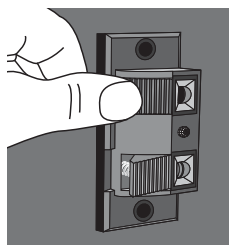

figure 6
2. Appuyer doucement sur le bouton presseur pour ouvrir la borne (figure 6).